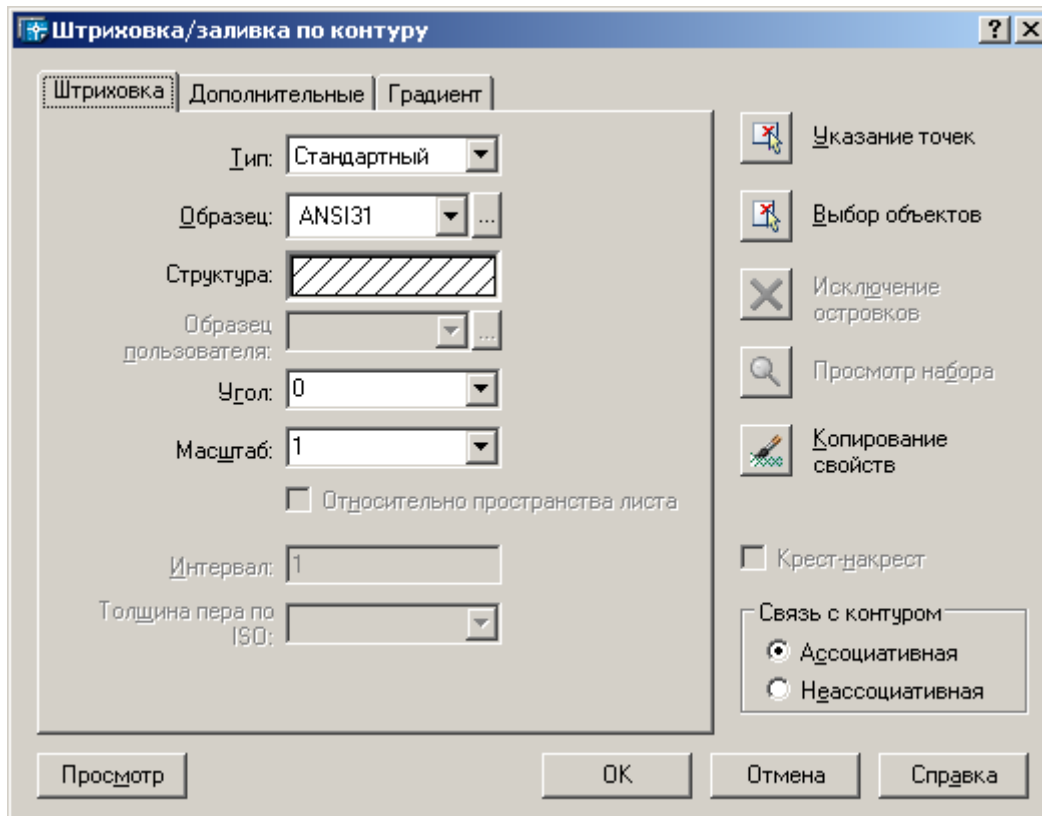

Рис.4. Діалогове вікно «Штриховка/заливка по контуру»
2. У діалоговому вікні «*Штриховка/заливка по контуру*» (рис.4) натиснути кнопку «*Указание точек*».